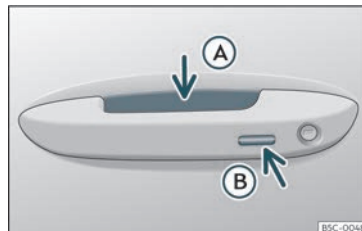

Fig. 73 Asa da porta:superfícies sensoras
»» fig. 73
- Agarre o asa dunha das portas dianteiras. Ao facelo tocará a superficie do sensor »» fig. 73 (A) (frecha) da asa e desbloqueará o vehículo.
- Prema *unha vez* a superficie sensora de bloqueo»» **fig. 73**  (frecha) da asa dunha das portas dianteiras. A porta cuxa asa estea activada deberá estar pechada.
- Toque *unha vez* a superficie sensora»» **fig. 73**  (frecha) da asa dunha das portas dianteiras. O vehículo bloquease co sistema de seguridade “Safe”»» páx. 103. A porta cuxa asa estea activada deberá estar pechada.
- Toque *dúas veces* a superficie sensora»» **fig. 73**  (frecha) da asa dunha das portas dianteiras para bloquear o vehículo sen activar o sistema de seguridade “Safelock”»» páx. 103.
- Prema o botón de peche  do mando a distancia e toque unha vez, nos 5 segundos seguintes, a superficie sensora de bloqueo da asa da porta do condutor»» **fig. 73** . Non agarre a asa da porta, pois de ser así, o vehículo non se bloqueará. Tamén se pode realizar a desactivación se o vehículo está bloqueado a través da pechadura da porta do condutor.
Para **pechar coa función de confort** todas as fiestras eléctricas e o teito de vidro, manteña un dedo durante uns segundos sobre a superficie sensora de bloqueo»» **fig. 73** (frecha) da asa da porta ata que se pechen as fiestras e o teito.
As superficies sensoras das asas das portas poderían activarse ao recibir un chorro de auga ou de vapor a gran presión en caso de que houbera algunha chave do vehículo válida na zona próxima. Se polo menos unha das fiestras con alzavidros eléctrico está aberta e a superficie sensora»» **fig. 73** (frecha) dunha das asas está activada de forma permanente, pecharanse todas as fiestras.
- **OU BEN:** toque *dúas veces* a superficie sensora situada na parte exterior da asa da porta »» **fig. 73** .